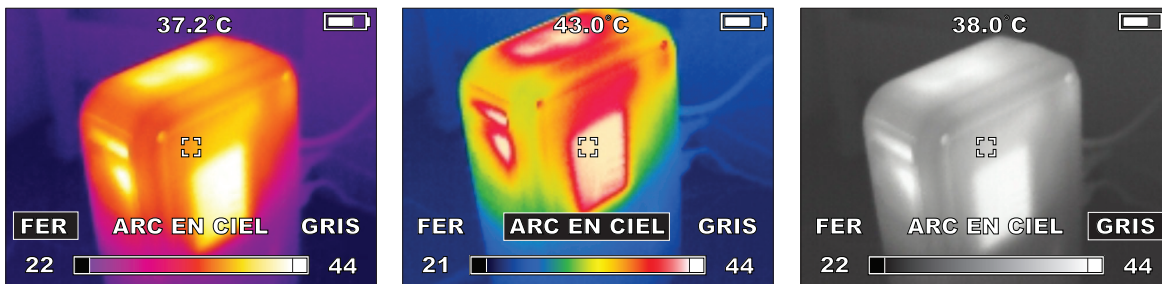

Figure 14. Palettes de couleurs FER, ARC CIEL et GRIS
La palette de couleurs par défaut s'appelle « FER ». Les palettes FER, ARC CIEL et GRIS sont représentées dans la Figure 14. FER est la palette par défaut. Elle reflète particulièrement bien les faibles différences de température.
1. Lorsque vous êtes en mode d'affichage en temps réel, appuyez sur le bouton , puis sur la touche  (si besoin) pour choisir l'option COUL., puis appuyez sur . La barre de menu illustrée dans la Figure 14 s'affiche. Appuyez sur les touches fléchées  et  pour choisir l'option qui convient, puis appuyez sur  pour la confirmer.